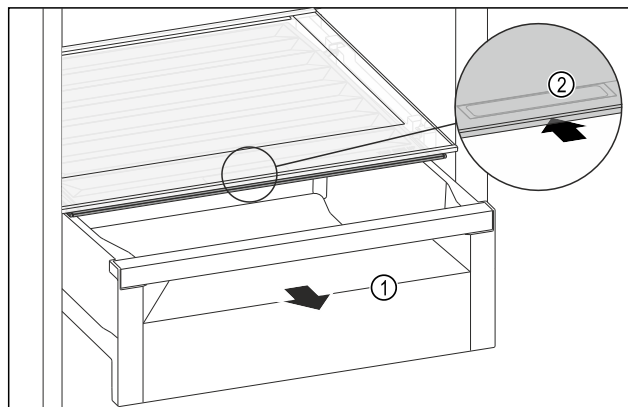

Fig. 160
- ▶ Zásuvku Fig. 160 (1) vytáhněte.
- ▶ Uchopte prohlubeň pro rukojeť Fig. 160 (2) na víku zásuvky a současně zasuňte víko zásuvky směrem dozadu.